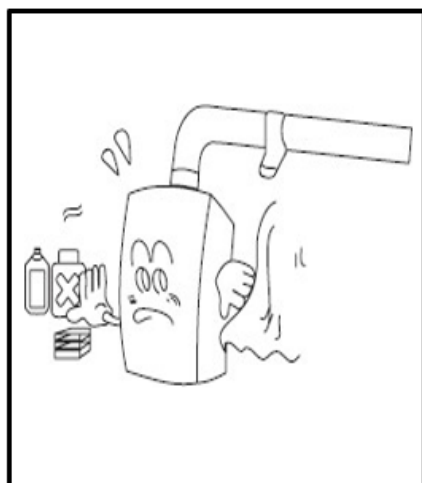

Fig. 5
- Por favor, não instale o esquentador em locais onde sejam utilizados produtos químicos especiais, como lavandarias, fábricas, etc., caso contrário, poderá causar ferrugem, reduzir a vida útil do esquentador ou impedir o seu funcionamento normal (Fig. 5).